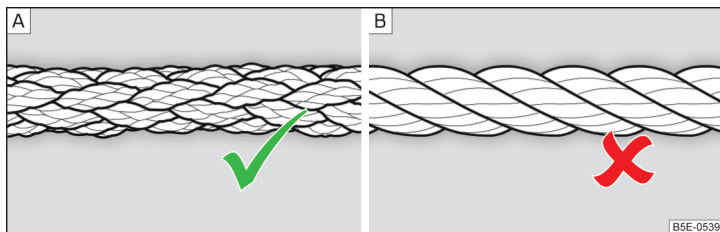

Fig. 117 Cable para remolcar trenzado / Cable para remolcar en espiral
Para remolcar debe utilizarse un cable para remolcar trenzado » fig. 117 - A.
- Para remolcar no debe utilizarse ningún cable de remolque en espiral » fig. 117 - B, la argolla de remolque puede desenroscarse en el vehículo. - ¡Existe peligro de accidente!